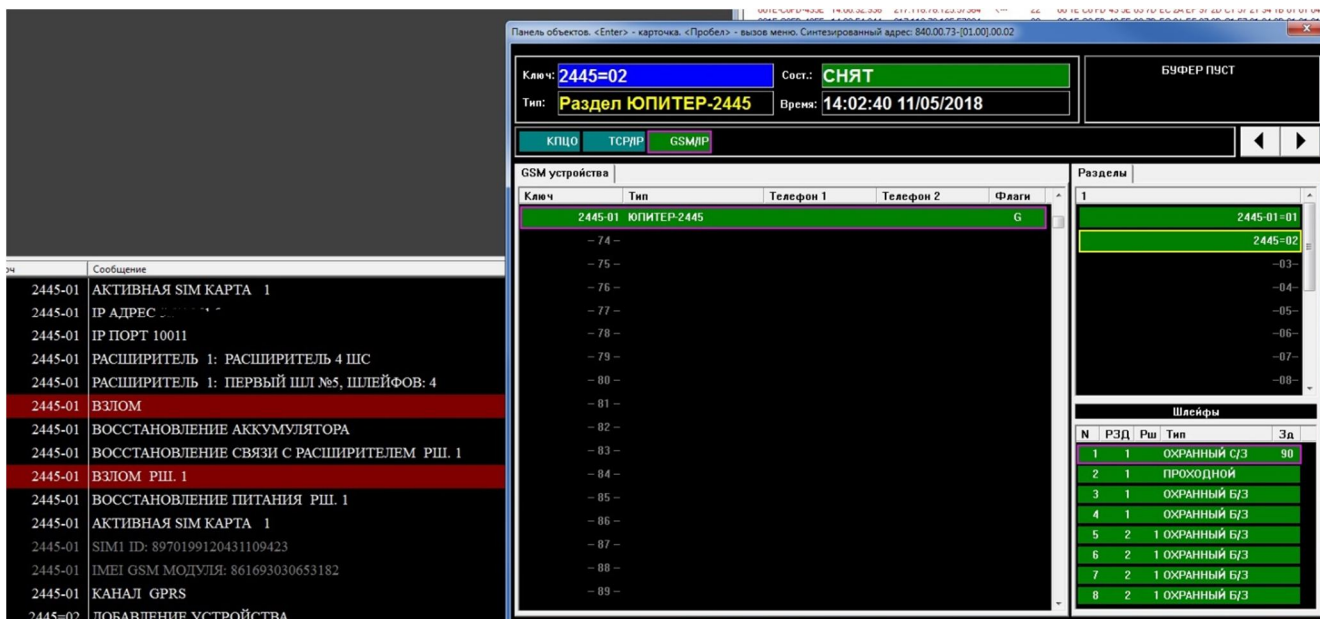

Рисунок 13. Загрузка конфигурации УОО
5.2 Включить питание УОО. После чтения файла конфигурации и сохранения настроек, должен прозвучать длинный звуковой сигнал. После подключения к АРМ ДПУ, УОО должен передать свою конфигурацию. Добавленные расширители и соответствующие им шлейфы сигнализации должны отображаться в карточке прибора (рисунок 13).